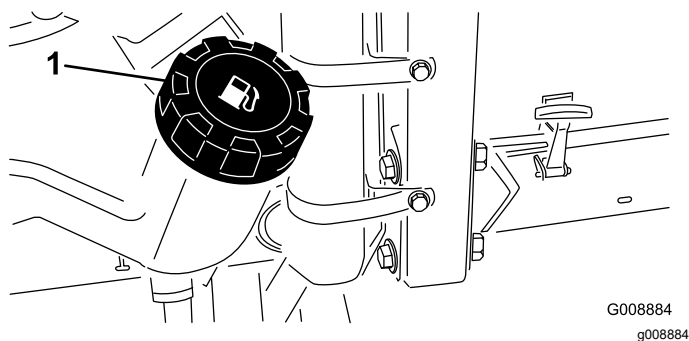

Figura 29
2. Limpe a zona em torno da tampa do depósito de combustível (Figura 29).